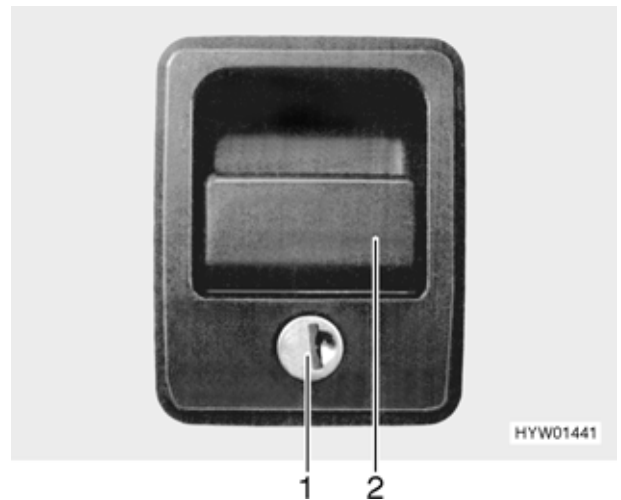

Fig. 31 Serratura dello sportello (variante 1)
- Inserire la chiave nel cilindro della serratura (Fig. 31,1) e girare in senso antiorario di un quarto di giro. La serratura dello sportello è aperta.
- Tirare la maniglia della serratura (Fig. 31,2). In questo modo si apre lo sportello esterno.